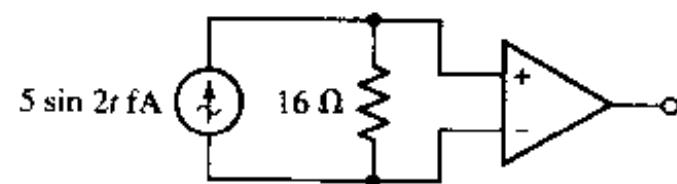

图 6.44
29. 如图 6.44 所示电路,计算 v_{out} ,如果:(a) $A = 10^5, R_i = 100\text{M}\Omega$ 和 $R_o = 0$;(b) $A = 10^6, R_i = 1\text{T}\Omega$ 和 $R_o = 0$ 。